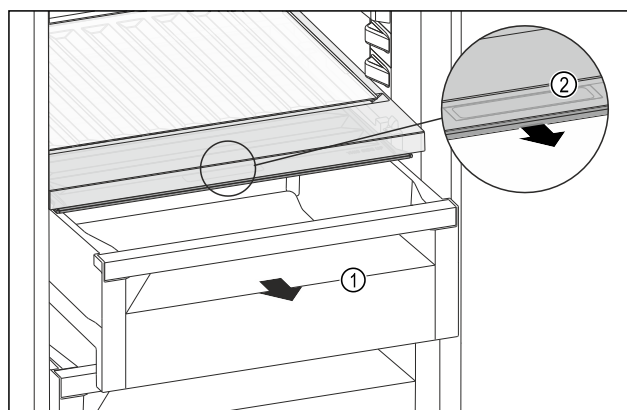

Fig. 113
- Schuifvak Fig. 113 (1) uittrekken.
- Greeplijst Fig. 113 (2) op het vakdeksel vastpakken en het vakdeksel gelijktijdig naar voren trekken.